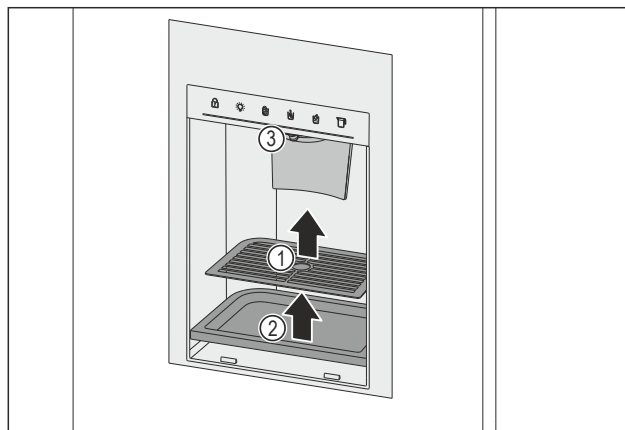

Fig. 165 Retrait de la grille d'écoulement et du bac d'écoulement
- Retirer la grille d'écoulement Fig. 165 (1).
- Retirer le bac d'écoulement Fig. 165 (2).
- Nettoyer l'évacuation Fig. 165 (3) et la zone environnante avec un chiffon doux et propre, de l'eau tiède et un peu de produit de nettoyage.